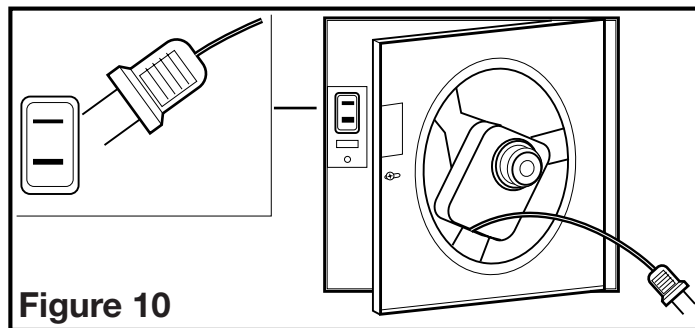

Figure 10
- Réinstaller le venturi du ventilateur en le tenant à un angle d'environ 45 degrés, accrocher les deux onglets sur le venturi dans les fentes sur le cabinet et fixer en place en serrant les vis du venturi. Faire tourner la roue de la soufflante à la main pour s'assurer qu'elle tourne librement. Maintenant, connecter le moteur du ventilateur dans le réceptacle (Figure 10).